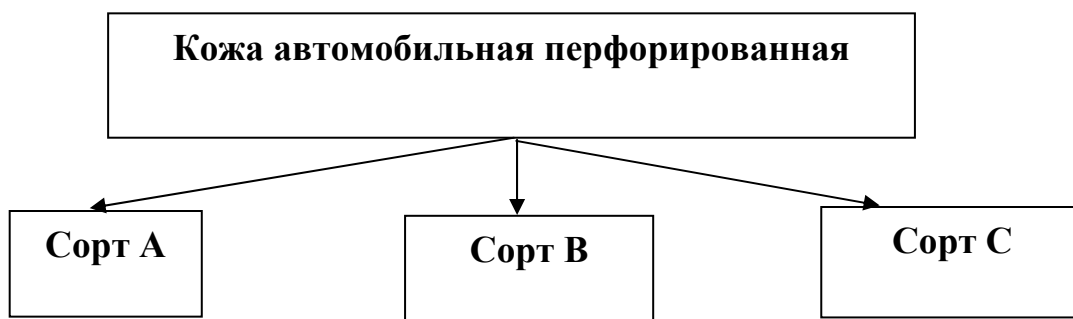

Рисунок 1
4. Схема сортировки: Сортировка осуществляется на три сорта (см. рисунок 1).